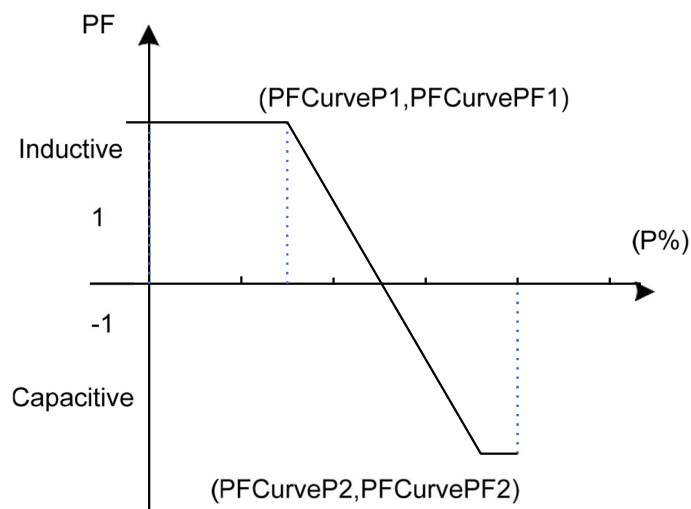

Figura 6-17 Modo de curva PF(P)
- Curva PF(P): Modo de curva PF. Nota: El factor de potencia cambia según el cambio de potencia, como se muestra en la Figura 6-17.